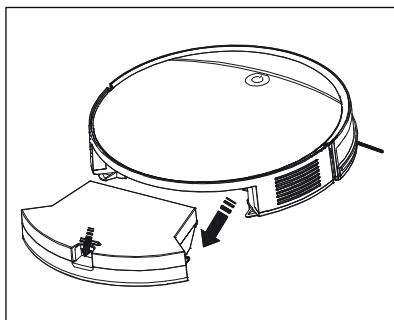

Fig. 7
- 1) Appuyez sur la touche de déverrouillage **13** du bac à poussière **14** et tirez-le hors de l'appareil (voir fig. 7).